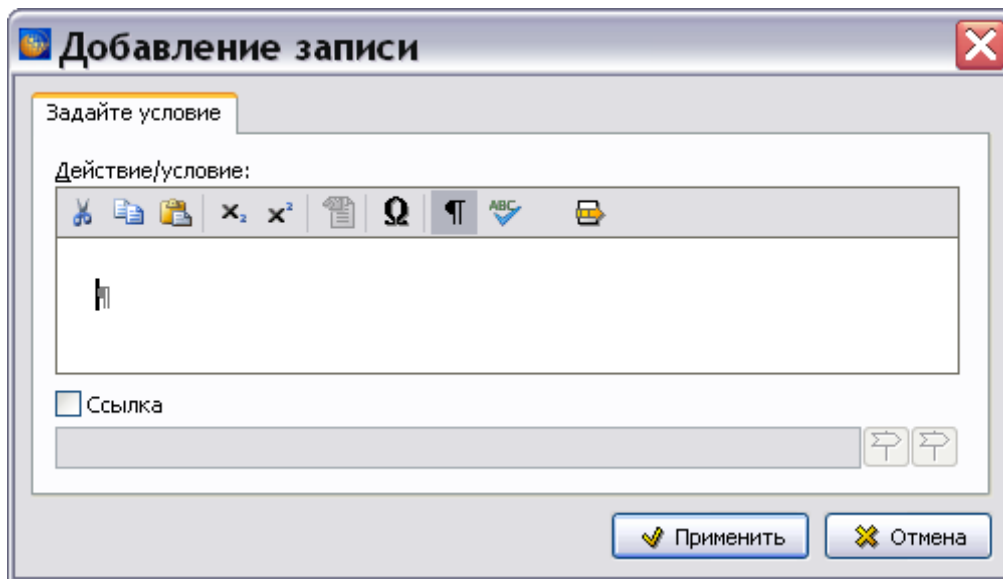

Рисунок 841
2) Щелкните левой кнопкой мыши по полю требуемых условий и нажмите на кнопку **Добавить** **+** на панели инструментов редактора или выберите команду из контекстного меню. При этом появится окно **Добавление записи** (рисунок 841).